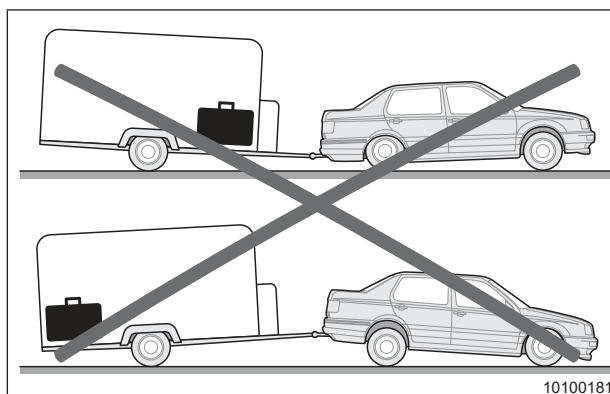

Fig. 3 Campingvogn læsset forkert
- Tunge genstande må ikke opbevares som vist på billedet (Fig. 3)